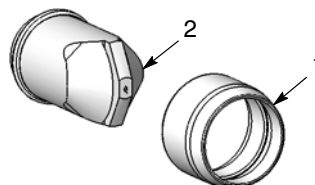

Figura 22 Bico e porca de fixação
2. Consulte a figura 22. Desenrosque o bico (2) da porca de fixação (1).